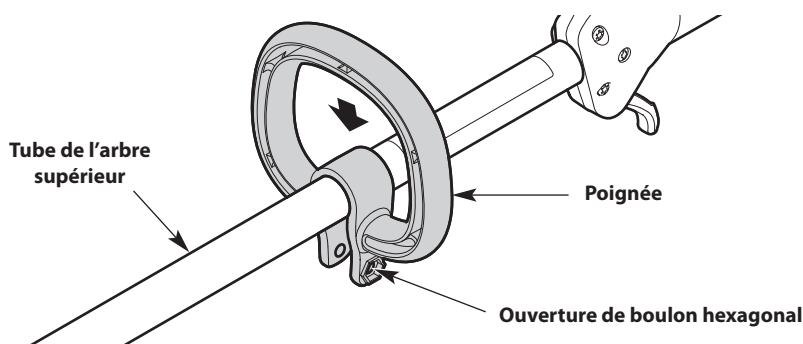

Fig. 8
1. Poussez le manche sur le tube supérieur de l'arbre (Fig. 8). Assurez-vous que les ouvertures du boulon hexagonal font face vers la gauche (Fig. 8).